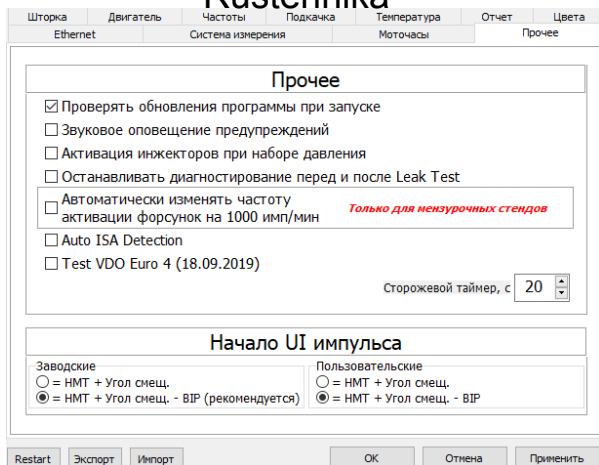

Рисунок 3.5 – Настройка начала импульса
4. Во вкладке прочие установить параметры как на рис.3.5